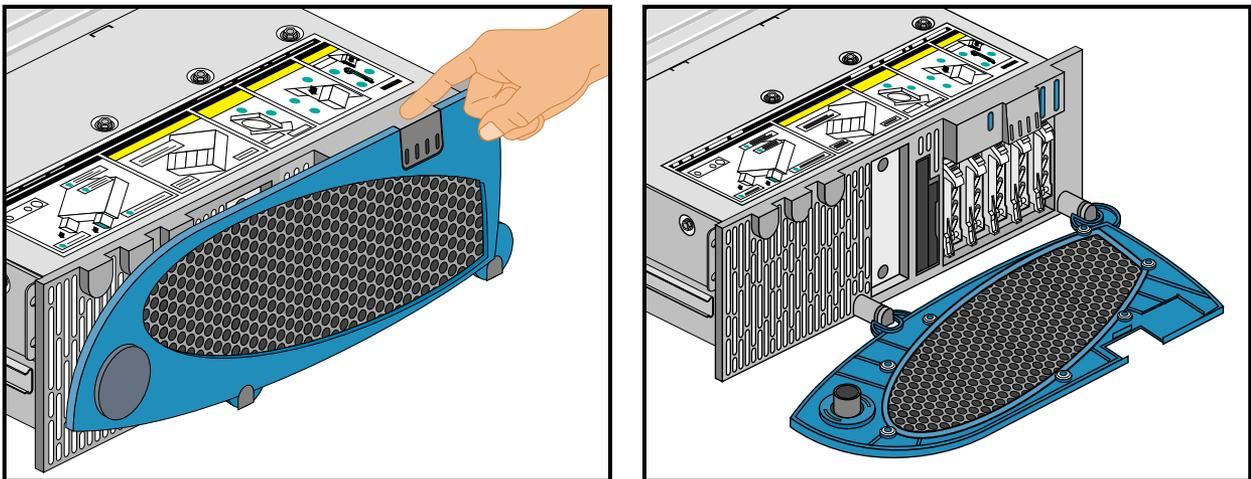

Figura 4-2 Abertura da porta do bisel frontal
1. Abra a porta do bisel frontal puxando o ressalto da porta e, simultaneamente, pressionando no sentido oposto sobre a área de trava do bisel. Consulte a Figura 4-2 que ilustra o procedimento.
1. Abra a porta do bisel frontal puxando o ressalto da porta e, simultaneamente, pressionando no sentido oposto sobre a área de trava do bisel. Consulte a Figura 4-2 na página 89 que ilustra o procedimento.